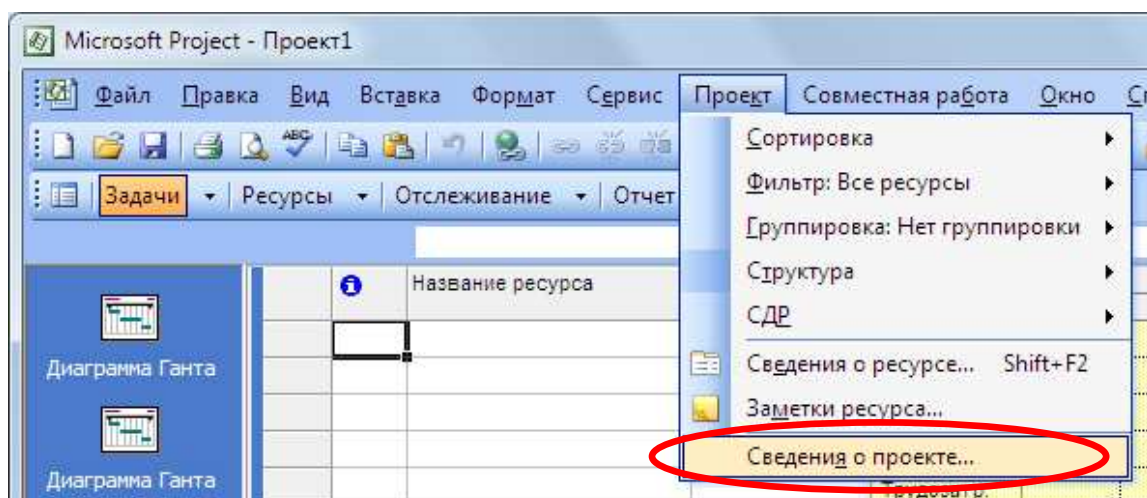

Рис. 5 – Вид меню **Проект**
3. Для этого в меню **Project** (Проект) необходимо выбрать команду **Project Information** (Сведения о проекте) (рис. 5).